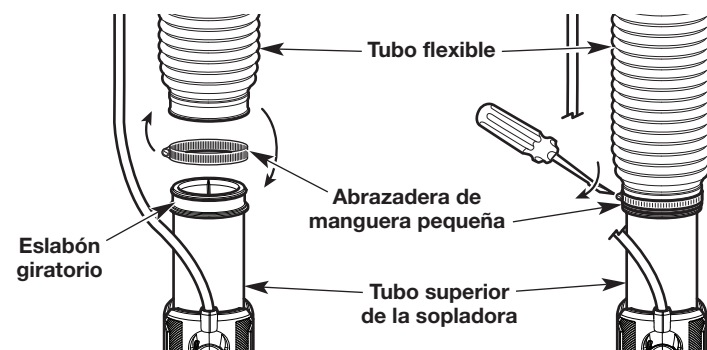

Fig. 2
2. Coloque la abrazadera de manguera pequeña alrededor del extremo pequeño del tubo flexible (Fig. 2).
3. Pase el tubo flexible y la abrazadera de la manguera por encima del extremo superior del tubo superior de la sopladora (Fig. 2).
4. Apriete el tornillo situado en la abrazadera de la manguera con un destornillador plano (Fig. 2).
**NOTE:** En el tubo superior de la sopladora viene preinstalado un eslabón giratorio. No quite el eslabón giratorio (Fig. 2).